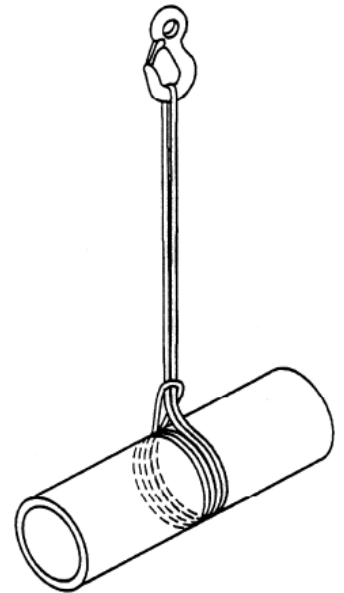

Fig. 1
- Lorsqu'une élingue est utilisée par étranglement, elle doit être positionnée de manière à permettre l'apparition d'un angle naturel (120°) et éviter que la chaleur ne soit générée par frottement. Une élingue ne doit jamais être forcée dans une position et il ne faut pas tenter de resserrer la préhension. La méthode correcte de sécurisation d'une charge dans un attache à double étranglement est illustrée sur la Fig 1. Une attache à double étranglement offre une plus grande sécurité et contribue à empêcher la charge de glisser à travers l'élingue.